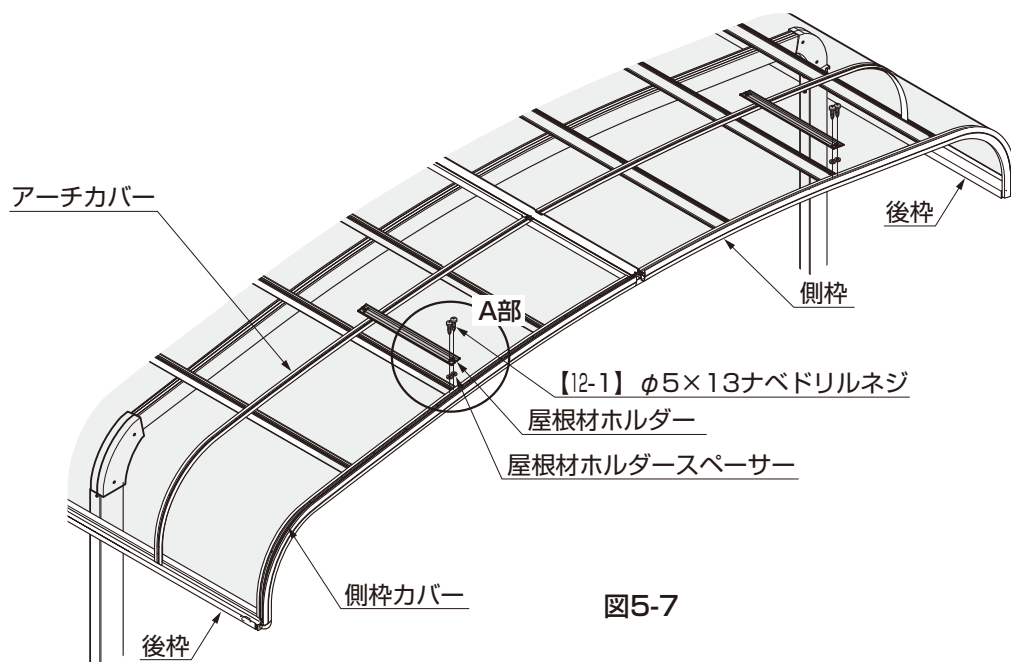

図5-7
①屋根材ホルダーを後枠側から数えて2本目の母屋の真上の位置に【12-1】で取付けてください。(図5-7参照)